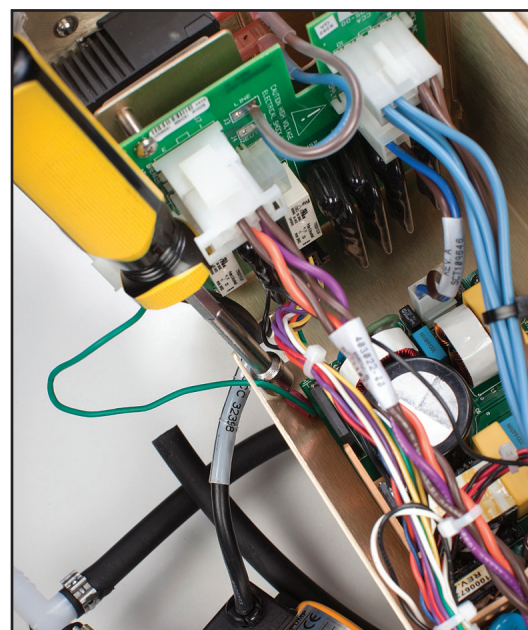

Fig. 8-40 Prise de terre à retirer; l'emplacement de l'écrou est indiqué (étape 3)
3. À l'aide d'un tourne-écrous 5/16", enlever la prise de terre en dévissant et en retirant l'écrou indiqué à la Figure 8-40.